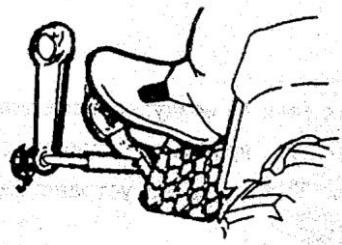

Рис. 3-14. Нажатие на педаль сцепления.
- выключить муфту сцепления, нажав на педаль (рис. 3-14),